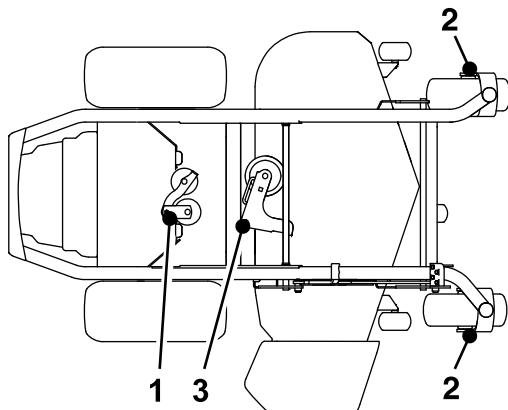

Figure 43
- Injectez 1 à 2 jets de graisse dans le pivot de la poulie de tension de la pompe (Figure 43).
- Graissez les axes des roues pivotantes avant (Figure 43).